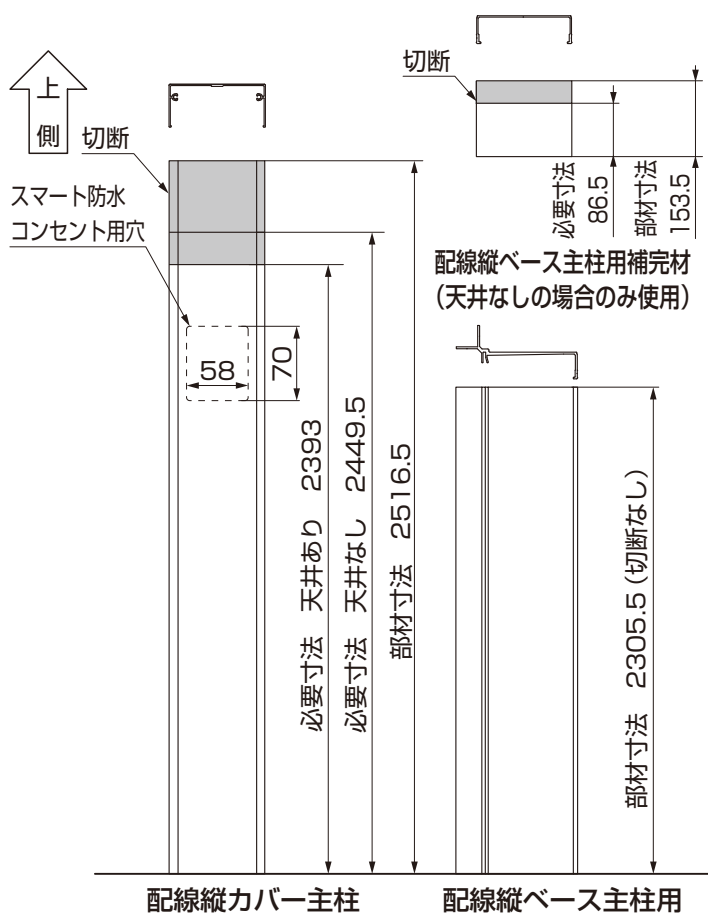
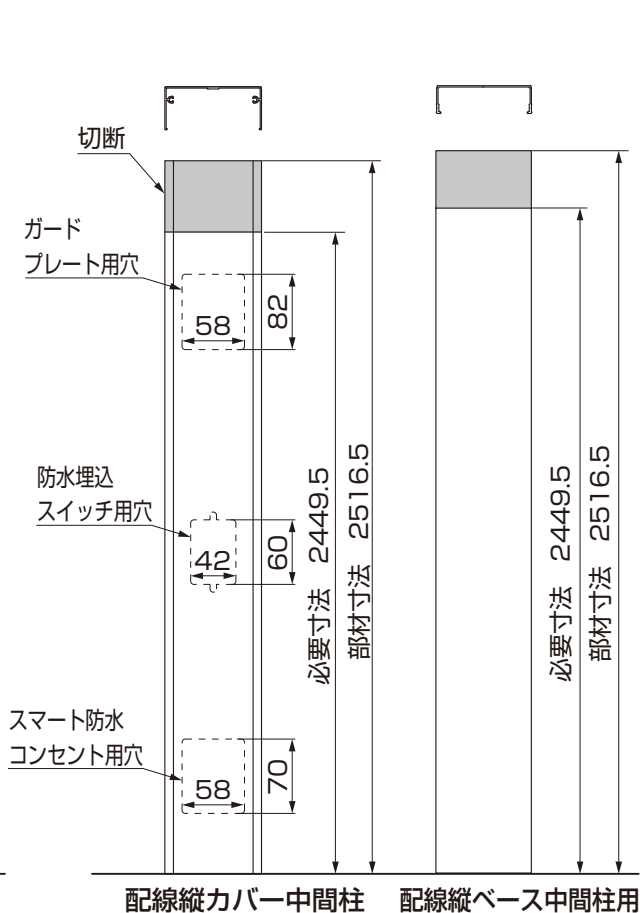

図1-2 配線カバー支柱の切断
図1-3 配線縦ベース中間柱の切断
- 配線縦カバーの切断（現場加工）は、必要寸法に必ず上端を切断してください。（図1-2、図1-3参照）